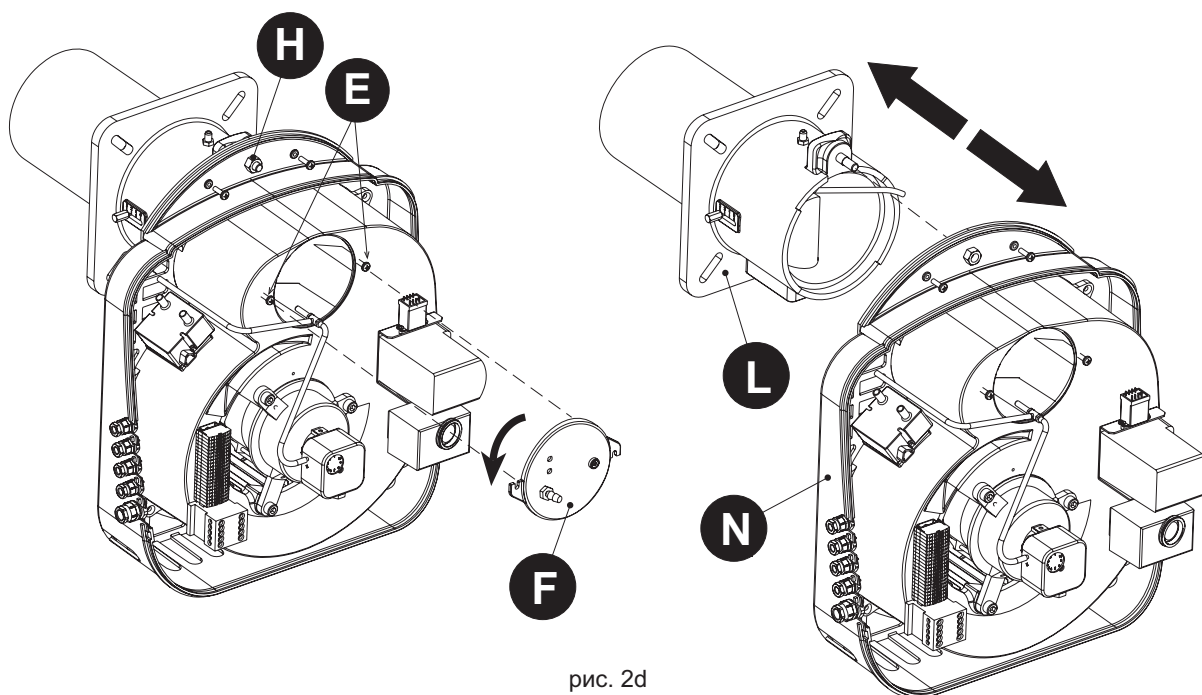

рис. 2d
- 3) Ослабьте винты "E". Разверните и снимите крышку "F". Отвинтите гайку "H" и отделите корпус горелки "N" от фланца с патрубком "L" (рис. 2d).